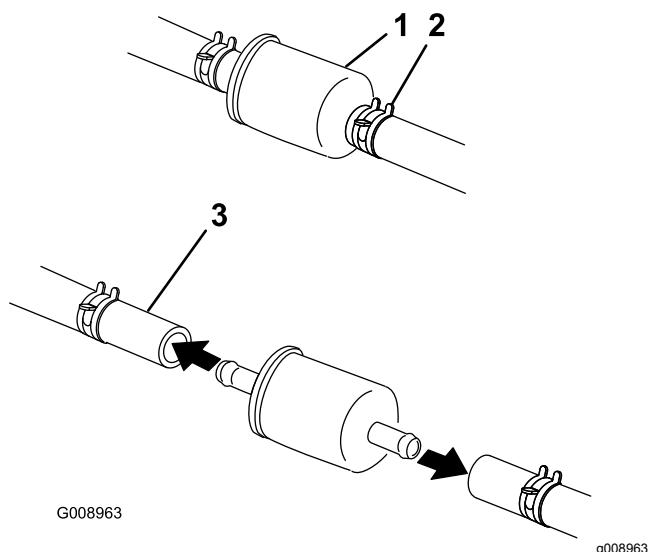

Figura 44
5. Premete le estremità delle fascette stringitubo ed allontanatele dal filtro (Figura 44).
7. Montate un nuovo filtro ed avvicinate le fascette stringitubo al filtro (Figura 44).